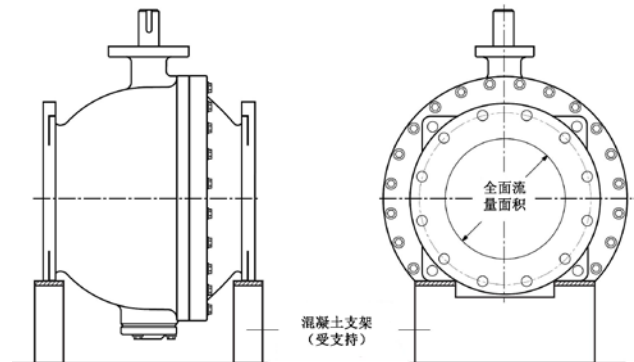
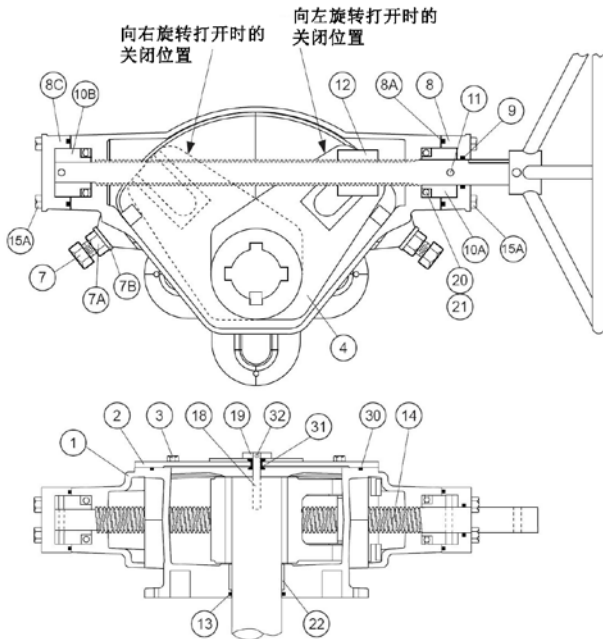
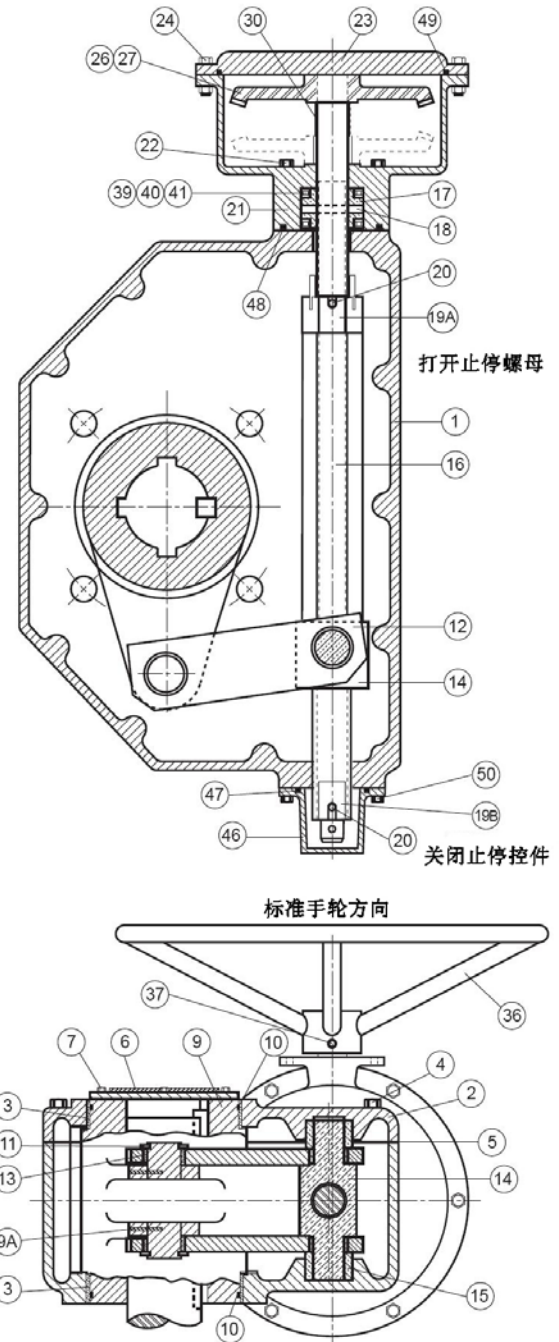

图 5 支持阀门重量
图 6 LS1A-LS4A 驱动器
图 7 LS5A-LS7A 驱动器
阀门支持：阀门设计有一体铸造的阀垫，用于在通过正确的吊架、支架或混凝土支墩提起时支持整个阀门的重量。支架系统应设计为在不移动管道系统轴向的情况下可支持整个阀门的重量，具体请参见图5。
2. 请遵循以下说明安装阀门。为了保持阀门的完整性，请避免使阀门受制于管道负荷，因为这样会使阀门失圆，这一点很重要。阀门针对混凝土支架或类似结构的立式支架而设计，如图 5 所示。阀门支架垫无需固定在混凝土支架上，而是放在滑板上，以避免管道轴向负载。应充分支持和控制阀门输入和输出的管道。管道的设计要求应包括许用法兰载荷、热胀冷缩和沉降差。
齿轮操作阀门：球阀配备有活动式螺母驱动器。活动式螺母驱动器（图 6）配备一个螺杆（14），该螺杆可从阀门外壳（1）的一端驱动另一端的螺母（12）。活动式螺母通过 90 度旋转反过来驱动有槽杠杆。活动式螺母驱动器在游动端提供较低的转数并增大的扭矩。安装在驱动器内部的锥形齿轮可以提供更大单位的附加扭矩（图 7）。
6. 使用垫片吊钩移除旧垫片 (13)。
9. 使阀门处于关闭位置，将驱动器安装回阀门，然后重新插入方键 (14)。
活动螺母驱动器维护：图 5 和图 6 为典型的游动螺母驱动器，它由可以在螺杆 (14) 上前后移动的螺母 (12) 构成。铸铁外壳 (1) 中的 EP2 润滑脂可润滑螺杆。螺母通过 90 度游动反过来驱动有槽杠杠 (4)。杠杠 (4) 通过方形阀键驱动阀轴。顶部的指示器 (19) 可显示阀轴的旋转。